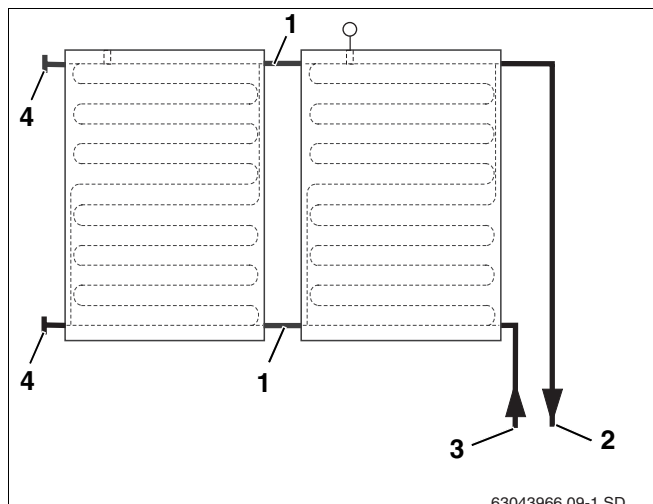
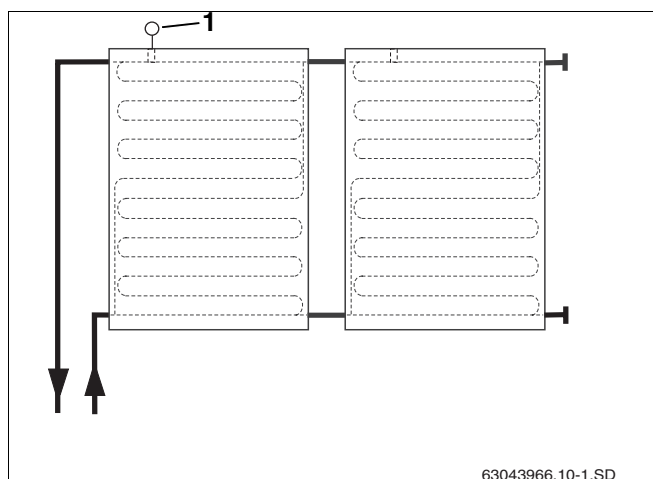

Fig. 36 Raccordement hydraulique à droite jusqu'à maxi. 5 capteurs
Fig. 37 Raccordement hydraulique à gauche jusqu'à maxi. 5 capteurs
Les capteurs doivent être montés de manière à ce que les gaines de réception de la sonde de capteur (fig. 37, **pos. 1**) soient orientées vers le haut.
Les conduites de raccordement hydrauliques peuvent être raccordées à droite (fig. 36) ou à gauche (fig. 37). Dans cette notice, les schémas illustrent des exemples de raccordements à droite.
Vous pouvez effectuer le raccordement simple pour un champ de 5 capteurs maxi. (fig. 36 et fig. 37).